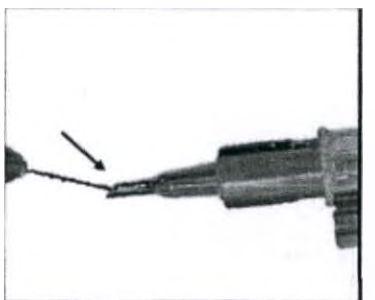

рис. 4
- Рисунок 4.** Закрывать крылышки загрузочной камеры. При срабатывании механизма фиксации с защелкой линза надёжно фиксируется на месте.